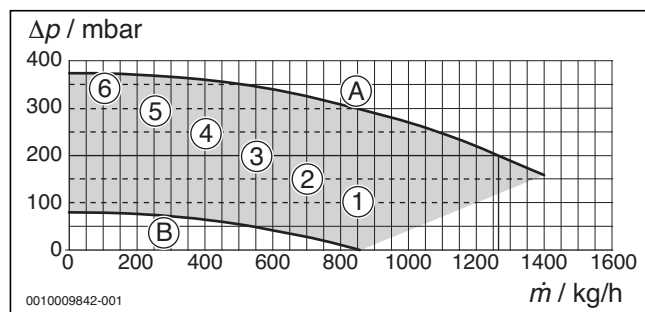
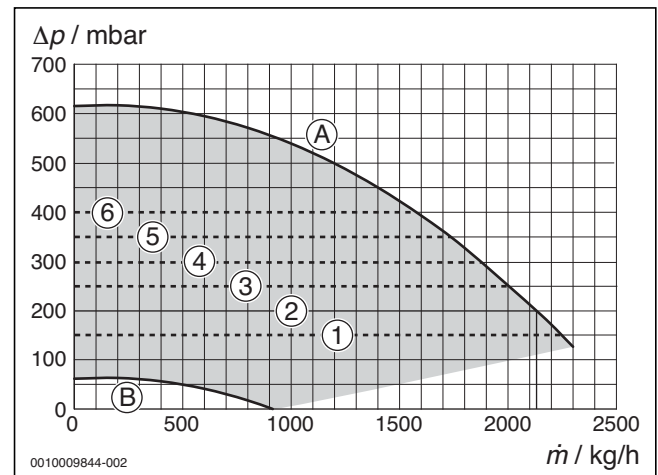

Bild 81 Pumpenkennfelder und Pumpenkennlinien
Bild 83 Pumpenkennfelder und Pumpenkennlinien
Die interne (integrierte) Heizungspumpe der Gas-Brennwertgeräte Logamax plus GB192i ist für typische Anwendungsfälle ausreichend dimensioniert. Die verfügbare Restförderhöhe ist den Diagrammen in Bild 81 bis Bild 83 zu entnehmen. In den Diagrammen Logamax plus GB192-15i/25i/35i ist das im Gas-Brennwertgerät integrierte 3-Wege-Ventil berücksichtigt.
Legende zu Bild 81 bis Bild 83:
Über die Bedieneinheit RC300 des Energie-Management-Systems (EMS plus) lässt sich die Heizungspumpe des Logamax plus GB192i(T) anlagenspezifisch so einstellen, dass sie mit unterschiedlichen Restförderhöhen Δp = konstant oder leistungsgeregt betrieben werden kann (→ Bild 81 bis Bild 83).